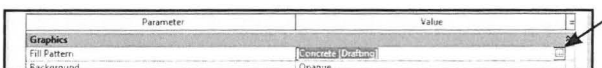

Fig. 15.77. Skift *Fill Pattern* til *Solid Fill*.
- Skift *Fill Pattern*, ved at trykke i højre side af feltet ud for *Fill Pattern* (Fig. 15.77).